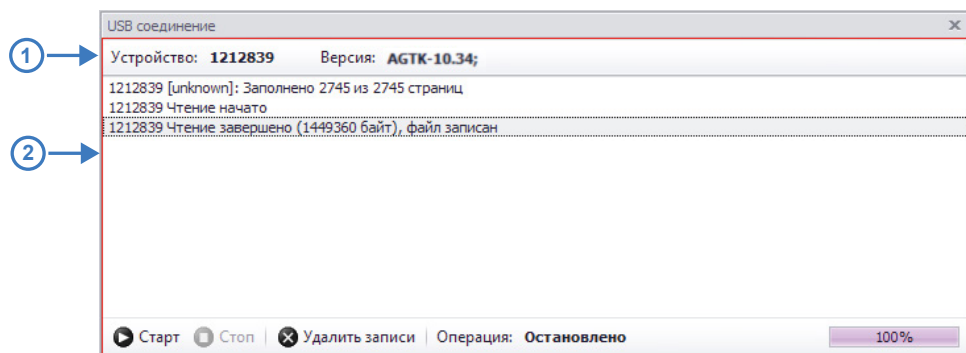

Рис.81. Провайдер оффлайн устройств.
- Подключить устройство к ПК, на котором запущена программа «АвтоГРАФ 5 ПРО», посредством USB кабеля. После выполнения подключения в программу будут считаны серийный номер и версия прошивки устройства (**Рис.81, п.1**).
- Состояние считывания данных отображается в окне состояния (**Рис.81, п.2**), текущая операция и состояние выполнения этой операции – в строке «Операция».
Для того чтобы прервать текущую операцию, выполняемую Провайдером offline устройств, необходимо нажать кнопку «Стоп» (Рис.81). Для удаления данных с подключенного устройства необходимо нажать кнопку «Удалить записи».